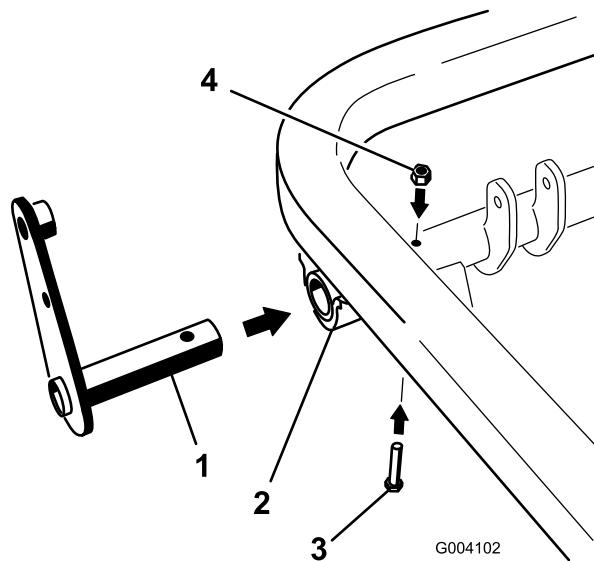

Figura 13
1. Deslize o poste no conjunto do pedal para a extremidade esquerda do tubo articulado e prenda-o com um parafuso (5/16 x 2 pol.) e uma porca de bloqueio (5/16 pol.) através do tubo articulado (Figura 13).
3. Aperte o parafuso da articulação central (item 4 na Figura 13) com 20 a 25 Nm.